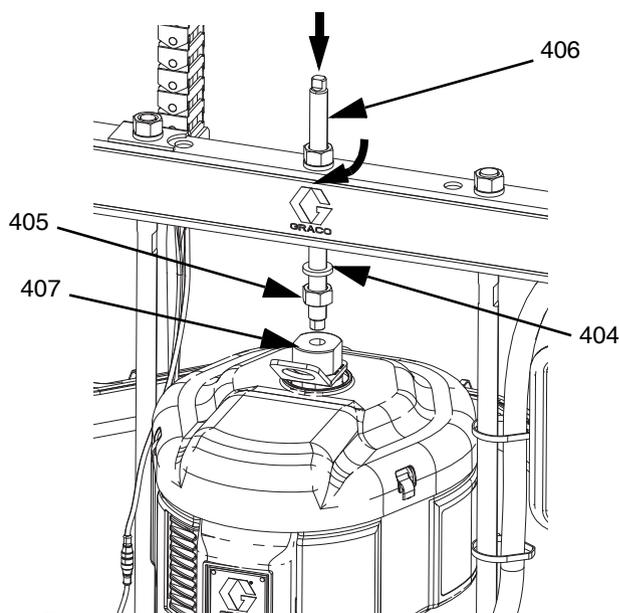

FIG. 47
- b. Installare l'asta filettata (406) attraverso il foro centrale del pistone. Installare le rondelle (404) e i dadi (405) sull'asta filettata (406), sia sopra sia sotto la barra tirante. Utilizzare una chiave inglese per mantenere in posizione l'adattatore dell'anello di sollevamento (407) e serrare l'asta filettata (406) nell'adattatore dell'anello di sollevamento (407) con un'altra chiave. Vedere FIG. 47.
- c. Serrare il dado (405) sotto la barra tirante con una coppia massima di 34 N•m (25 ft-lb).
- d. Serrare il dado (405) sopra la barra tirante per bloccare il motore pneumatico (B) in posizione.